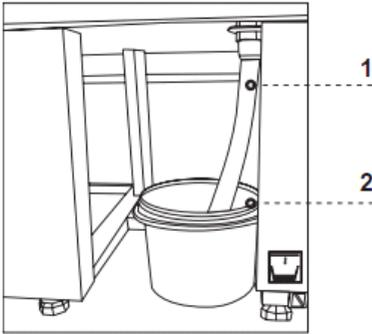

Abb.6 Kondensatbehälter (ohne Rotationsverdampfer)
2. Glasseiten anbringen Abb.6/2;1
6. Vorderbildschirm anbringen Abb.6/8
10. Den Kondensatbehälter auf der Grundlage der Anlage unter dem Siphon gemäss Abb.6
Es ist empfohlen, einmal pro Monat soll der Betrieb der Anlage unterbrochen werden um das Innere der Anlage zu reinigen, natürlicher Reifbeschlag des Verdampfers, den Kondensator zu reinigen und die Türdichtungen zu prüfen. Ist die Anlage nicht mit dem automatischen Abdampfen des Kondensats nicht ausgestattet, soll das Kondensat vom Behälter entfernt werden, falls er befüllt wird. Abb.6. Die Anzahl (Häufigkeit) dieser Verfahren hängt von der Betriebsbedingungen der Anlagen (u.a. Luftfeuchtigkeit, wie oft die Türen geöffnet werden, Menge und Temperatur der einzulegenden Waren) ab.